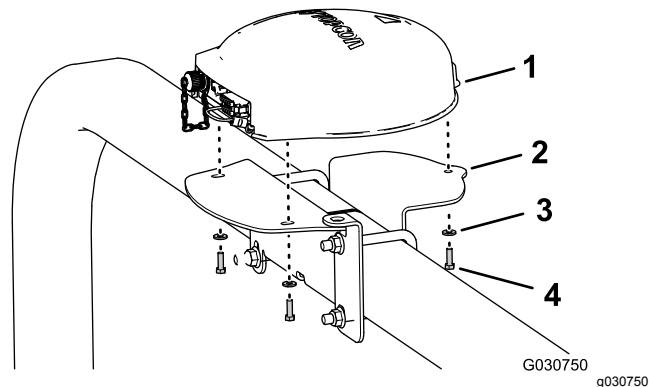
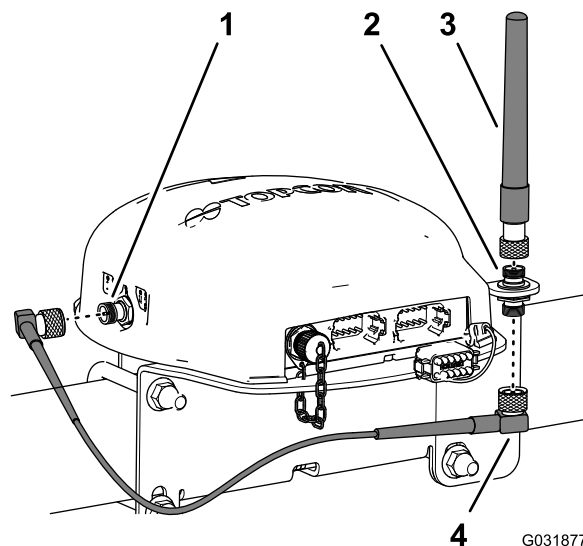

Figura 151
Figura 154
4. Allineate i 3 filetti alla base del ricevitore di navigazione con i 3 fori nel supporto del ricevitore (Figura 151).
5. Montate il ricevitore sul supporto (Figura 151) con i 3 bulloni a testa esagonale (5 x 16 mm) e 3 rondelle (5 mm).
3. Montate l'antenna RTK sul raccordo superiore dell'accoppiatore coassiale e serrate il dado zigrinato dell'antenna manualmente (Figura 154).
4. Montate senza serrarlo il cavo dell'antenna al raccordo inferiore dell'accoppiatore coassiale (Figura 154).
5. Disponete il cavo attorno alla parte posteriore del ricevitore di navigazione al connettore coassiale del modem cellulare CDMA o GSM (Figura 154).
6. Montate il cavo dell'antenna sul connettore coassiale del modem cellulare CDMA o GSM (Figura 154) (Figura 151).